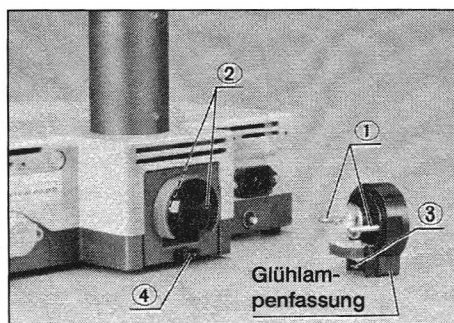

Abb. 8
- 4) Führungsstifte ① an den Bohrungen ② ausrichten und Lampenfassung ③ ohne Verkanten vorsichtig in die Aufnahme ④ bis zum Anschlag einführen (Abb. 8).